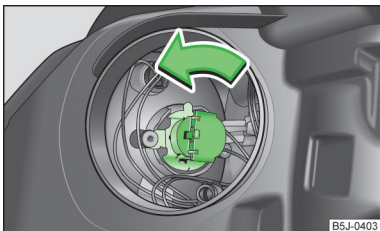

Abb. 164
- Den Stecker mit der Glühlampe bis zum Anschlag in Pfeilrichtung drehen » Abb. 164 und herausnehmen.